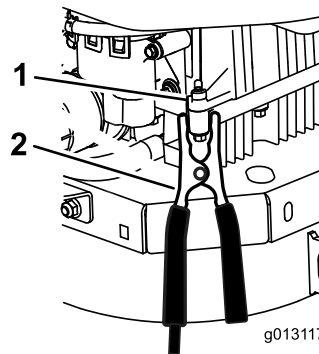

Figura 64
6. **Haga la conexión final al bloque motor del vehículo que no arranca (no al borne negativo de la batería) en un punto alejado de la batería, y apártese (Figura 64).**